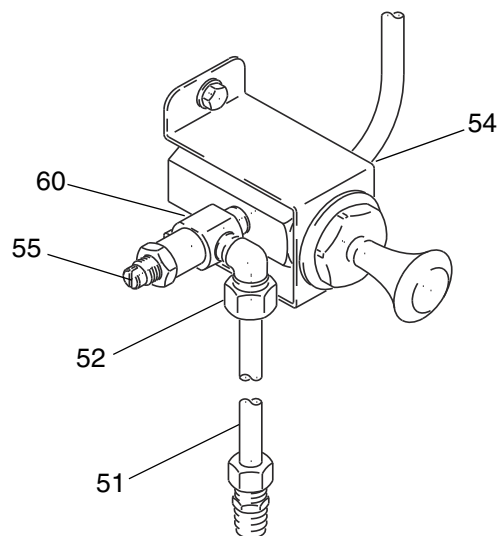

FIG. 5
Ruuvaa vastusvastaventtiili (55) vuorovaiheventtiiliin (60) kuvan FIG. 5 mukaisesti. Asenna venttiili seinään sopivalle korkeudelle asennuskiinnikkeen (54) avulla. Liitä pääilmansyöttö venttiiliin. Ruuvaa kulmaliitin (52) vastusvastaventtiiliin 1/8 npt(f):n sisääntuloon. Paina kupariputken (51) toinen pää kulmaliittimeen ja kiristä liitin. Ruuvaa suoraliitin (53) nostolaitteen jalustaan (17). Paina kupariputken (51) toinen pää suoraliittimeen ja kiristä liitin.